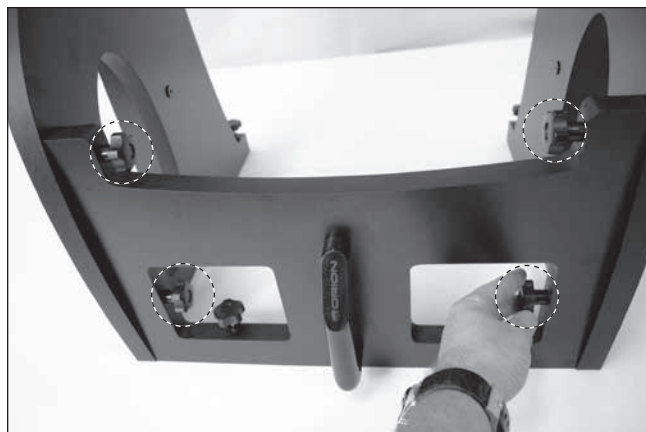

Figura 46. Allentare i quattro bulloni di fissaggio imperdibili che fissano i pannelli laterali alla piastra frontale.
3. Per rimuovere i pannelli laterali dalla piastra frontale, allentare i quattro bulloni di fissaggio imperdibili che fissano la piastra frontale ai pannelli laterali (**Figura 46**). Occorre ruotare le manopole di circa sette giri completi per svitare completamente i bulloni dagli appositi alloggiamenti sui pannelli laterali.